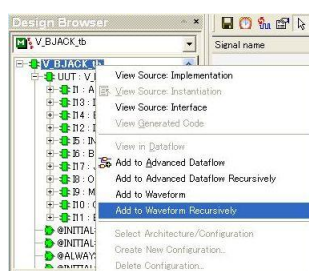

図 7-4
- 全ての信号を指定する場合は、最上位階層から Add to Waveform Recursively を選択します(図 7-4)。